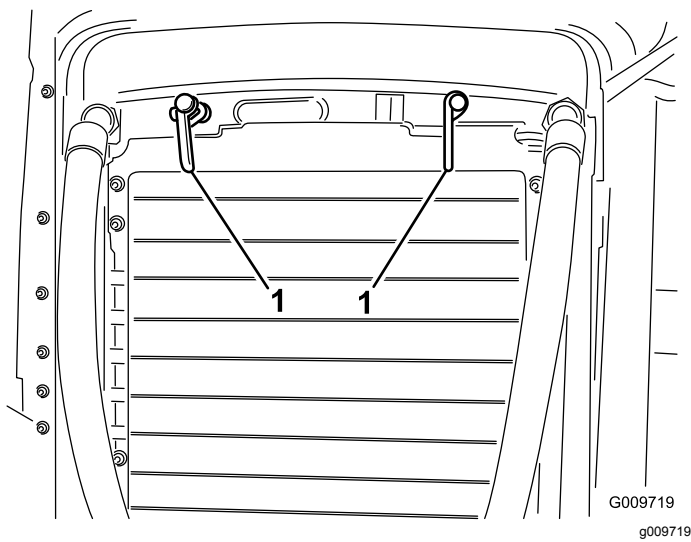

Figure 56
2. Tournez les verrous (Figure 56) qui fixent le refroidisseur d'huile au cadre.